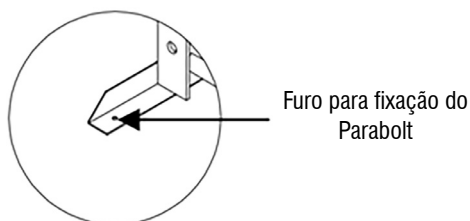

Figura 1 – Base para fixação
- Fixe o produto em um piso regular e nivelado utilizando, nos furos dos pés, chumbador parabol de 3/8" x 2 1/4" (Figura 1).